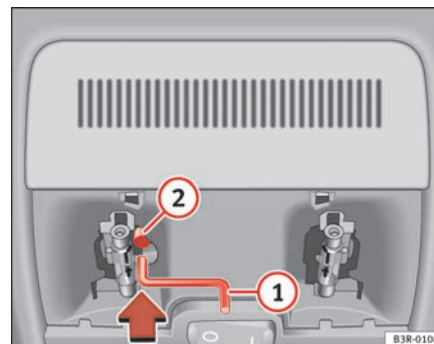

Fig. 82 Dettaglio del rivestimento del tetto: Manovella per l'azionamento di emergenza
- Inserire la manovella (1) fino in fondo nel foro esagonale (2) (⇒ fig. 82).